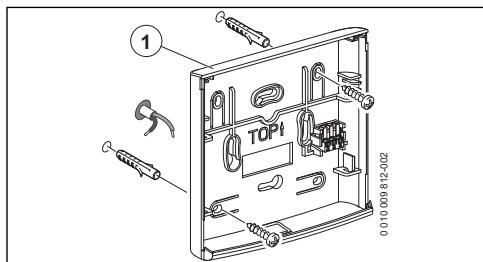

Fig. 3 Montaje del soporte de pared para el módulo emisor
- ▶ Montar el soporte de pared (→ fig. 3, pos. [1]) en una posición horizontal y atornillarlo.